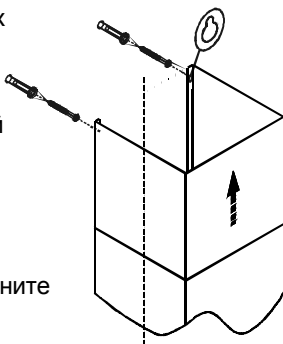

РИС. 4
6.2 Крепление верхней фальштрубы (рис. 4):